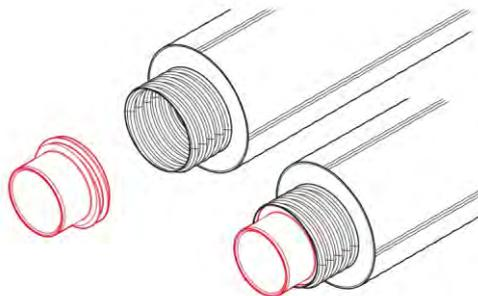

Рис. 3.8.1
1. Вкрутить втулку фитинга внутрь напорной трубы на  $2/3$  длины (до середины патрубка) (рис. 3.8.1).